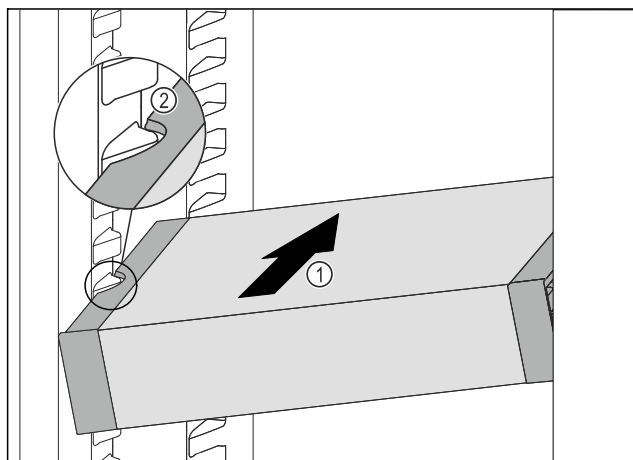

Fig. 92
- Inserire VarioSafe ad angolo nel vano frigorifero Fig. 92 (1), fino a quando le cavità laterali Fig. 92 (2) di VarioSafe non si trovano al livello della nervatura del contenitore nel vano frigorifero.